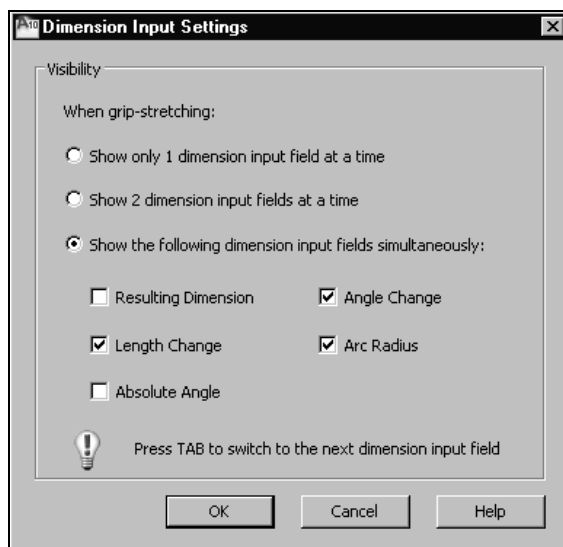

Рис. 1.27. Диалоговое окно для настройки параметров ввода размеров при динамическом вводе
5. Выйдите из окна **Pointer Input Settings** (Параметры ввода с помощью мыши), перейдите в область **Dimension Input** (Ввод размеров) и щелкните в ней кнопку **Settings** (Настройка) для вызова диалогового окна **Dimension Input Settings** (Параметры ввода размеров) (рис. 1.27), в котором установите при помощи переключателей способ вывода видимости полей для размерного ввода.